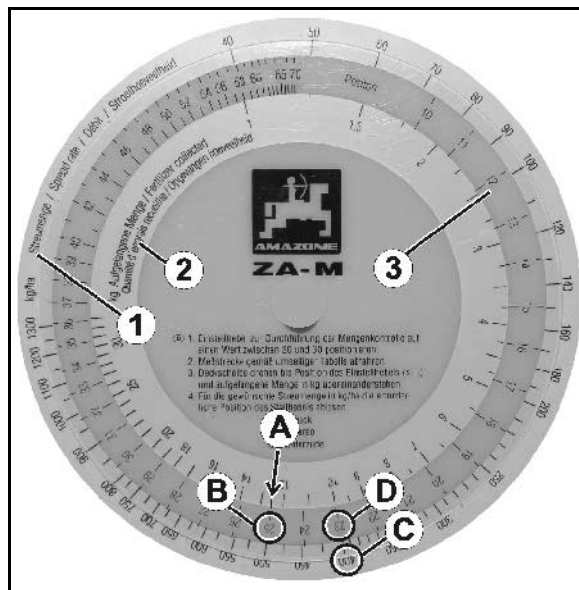

Рис. 60
- наружной, белой шкалы с нанесенными значениями нормы внесения удобрений [кг/га] (норма внесения удобрений) (Рис. 60/1);
- внутренней, белой шкалы для полученного при проведении проверки собранного количества удобрений [кг] (собранное количество) (Рис. 60/2);
- средней, цветной шкалы со значениями положения заслонки (позиция) (Рис. 60/3);
На шкале (Рис. 60/2) найдите для собранного количества [кг] числовое значение (Рис. 60/A) и совместите его с выбранным положением заслонки (Рис. 60/B) на цветной шкале (Рис. 60/3).
3. Найдите желаемую норму внесения (Рис. 60/C) и узнайте требуемое положение заслонки (позиция) (Рис. 60/D) ablesen.